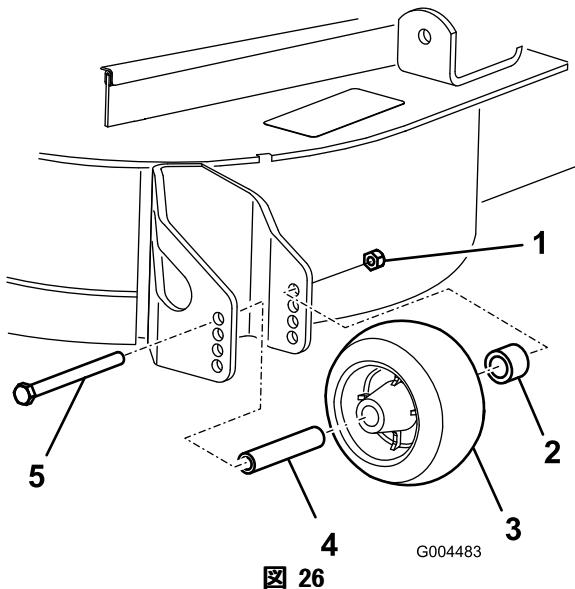

図 26
3. 刈高を変更後、ローラのフランジ・ナット、ブッシュ、スペーサ、ボルトを外して（図 26）、ローラの高さ調整を行う。
5. フランジ・ナット、ブッシュ、スペーサ、ボルトを取り付ける。ボルトを54-61 N·m (5.6~6.2 kg.m) にトルク締めする(図 26)。